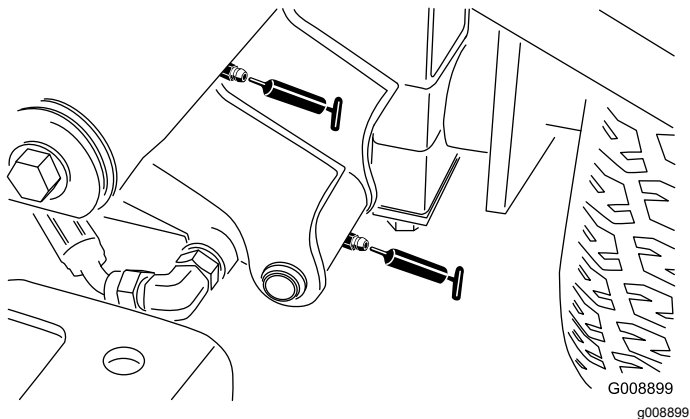

Bild 39
- 2 linke vordere Hubarm-Drehbüchsen und Hubzylinder (Bild 39)